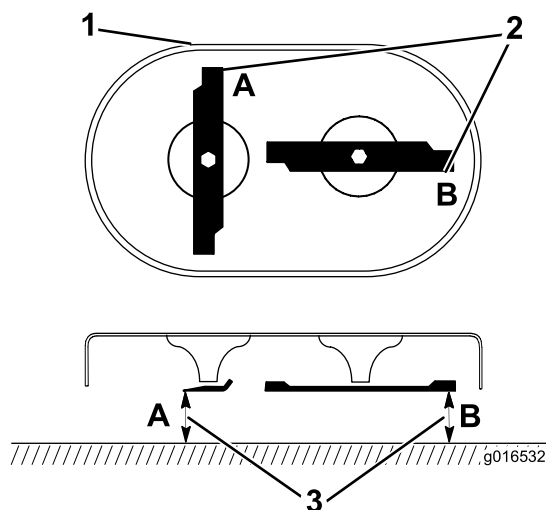

Figure 39
- Tournez les lames à la position indiquée à la Figure 39.
- Mesurez la distance entre une surface plane et le tranchant aux points A et B, (Figure 39), et notez les deux dimensions.
- Faites tourner les pointes de sorte que leurs extrémités opposées soient aux points A et B (Figure 39).